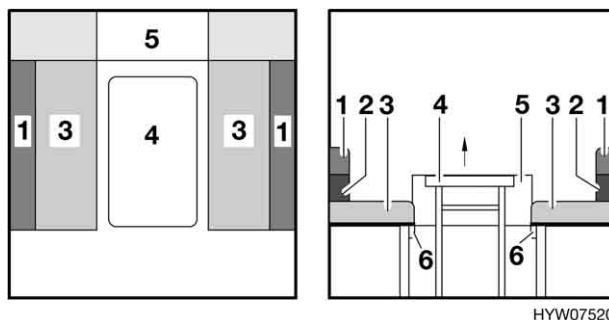

Fig. 43 Prima della trasformazione
- Richiudere il tavolo ribaltabile (Fig. 43,4) e stiparlo nel supporto previsto (vedi paragrafo 6.5).
- Rimuovere il comodino da notte (Fig. 43,5) e riporlo (vedi paragrafo 6.6).